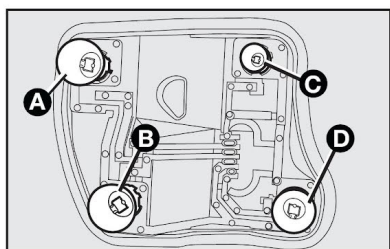

fig. 25
- Retirar a lâmpada à substituir **A, B, C** ou **D fig. 25** girando no sentido anti-horário;